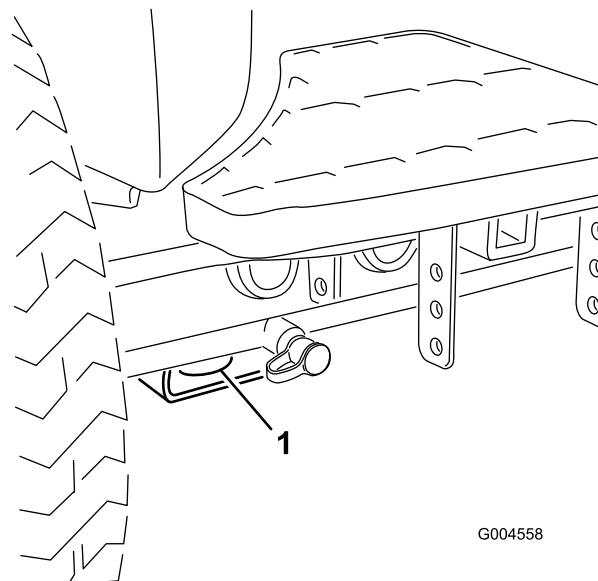

Figura 24
- Dianteira – o orifício na pastilha rectangular, por baixo do tubo do eixo, dentro de cada pneu dianteiro (Figura 24).